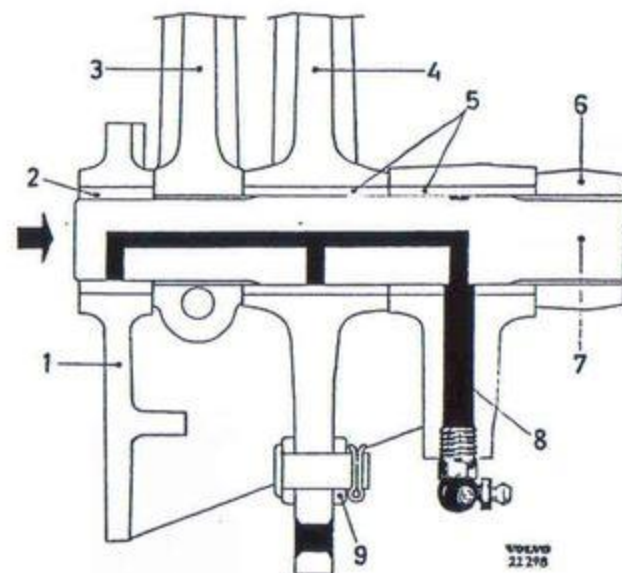

Bild 123. Pedalfäste.
4. Lossa klämskruven från kopplingspedalen. Driv ut pedalaxeln i pilens riktning (bild 123). Demontera bussningarna.